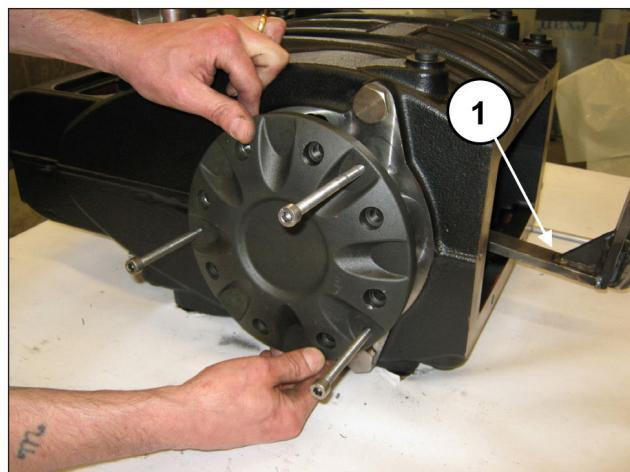

图 30
一边支撑着轴，一边拆除轴承盖，以免损坏（位置①，图 30）。